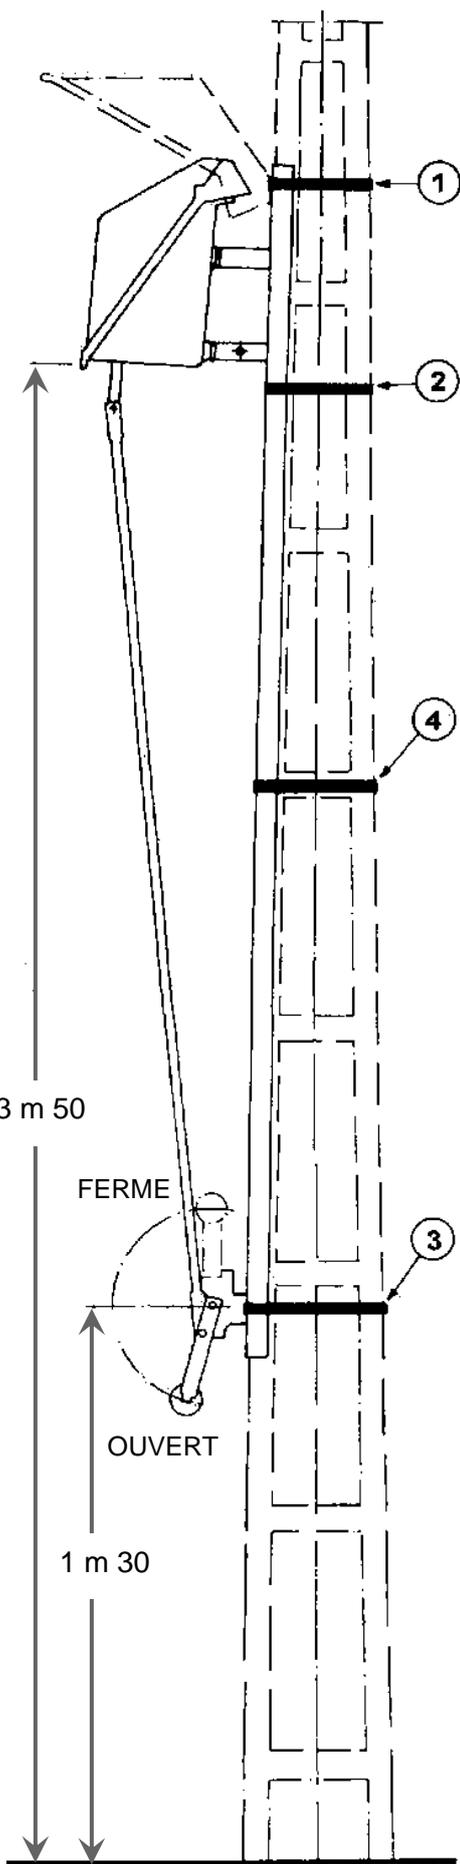

Fig. 4
- Placer l'ensemble sur le poteau, l'axe de la poignée de la commande se trouvant à 1,30 m de la plateforme de manœuvre (Fig. 4)
- Fixer l'ensemble commande-disjoncteur par 4 cerclages dans l'ordre indiqué (Fig. 4).